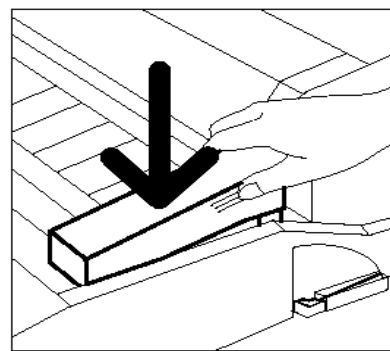

Figura 40: Instalar o Cartucho de óleo do fusor
- 10** Alinhe o cartucho na posição adequada no Módulo de caminho de papel. Empurre-o cuidadosamente para o lugar, conforme ilustrado na Figura 40.